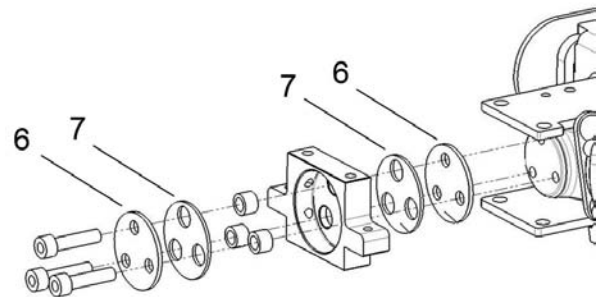

Bild 4. Demontera de tre skruvar som håller ställdonets brickor och dämpare.
5. Demontera de tre skruvar som håller ställdonets brickor och dämpare. Se bild 4.